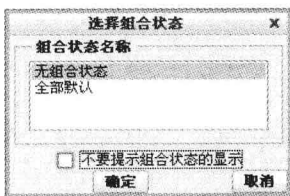

图 12-18 “选择组合状态”对话框
Step 05 弹出“选择组合状态”对话框，如图 12-18 所示，单击“确定”按钮，在绘图区合适的位置单击鼠标左键。